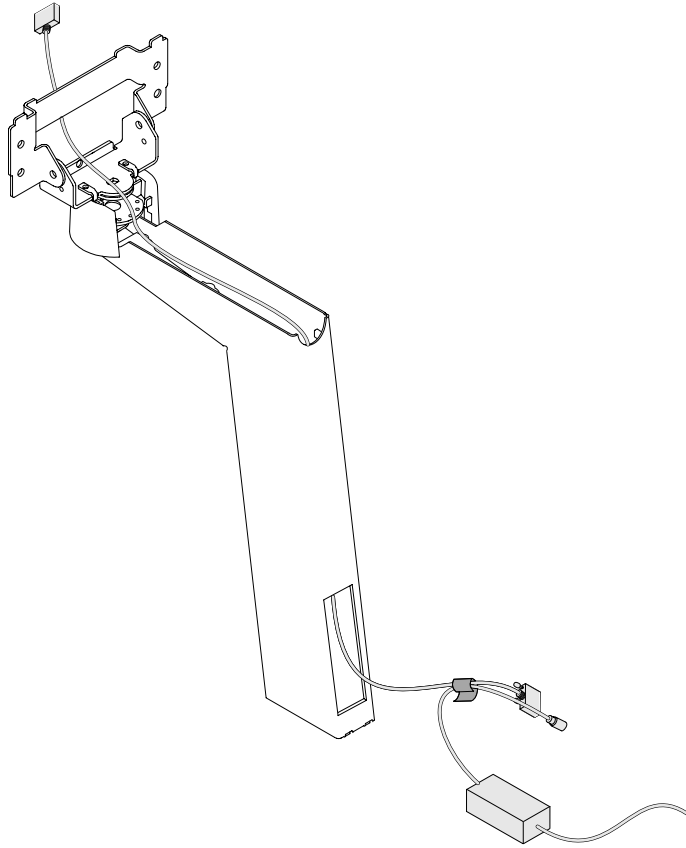

図16. Velcro ストリップの使用
3. 図16 に示すように、電源ケーブルに付いている velcro ストリップを使用して、電源ケーブルをビデオ・ケーブルと一緒にまとめます。